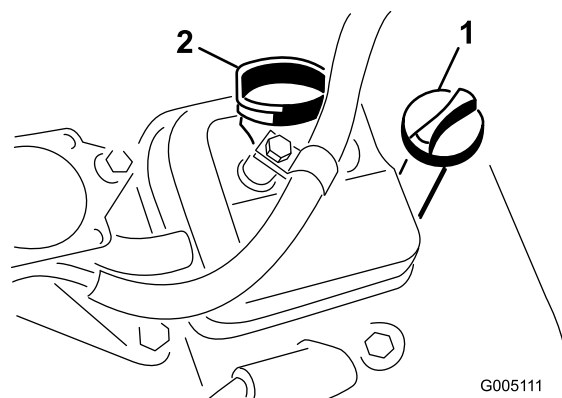

Figura 25
2. Desparafuse a vareta e limpe-a com um pano limpo. Aparafuse a vareta no tubo e certifique-se de que se encontra completamente introduzida (Figura 25).